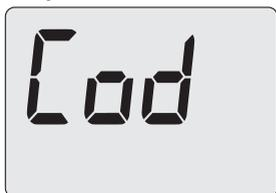

Figura 9.25
- Desplace los parámetros mediante los botones 13 o 14 hasta que aparezcan en el display LCD las letras **Cod**, indicando que se ha entrado en el "parámetro Cod" (Figura 9.25); luego aparecen tres guiones "- - -" fijos.